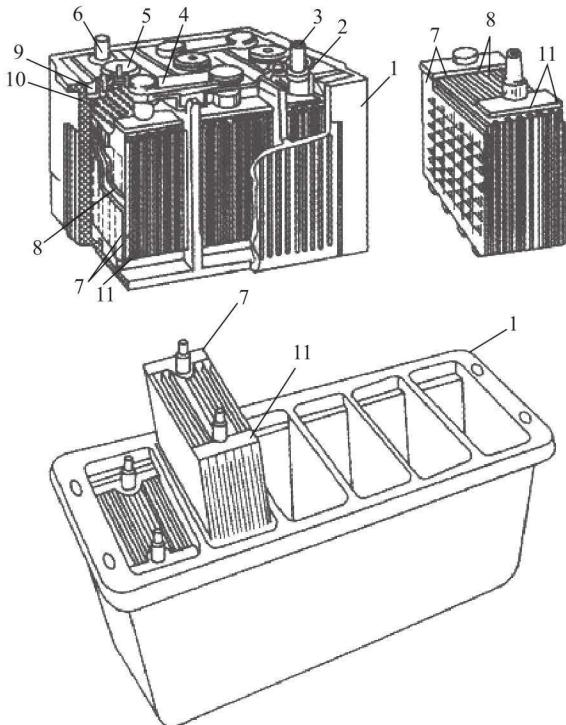

图1-1 蓄电池结构
蓄电池主要由极板、隔板、电解液和外壳组成,其基本结构如图 1-1 所示。
(1) 槽架。其作用是固结活性物质，一般由铅锑合金浇铸而成，具有良好的导电性、耐蚀性和一定的机械强度。目前，多采用铅-低锑合金或铅-钙-锡合金放射性槽架，如图1-1所示。
(2) 活性物质正极板上的活性物质为二氧化铅( $PbO_2$ )，深棕色；负极板上的活性物质为海绵状纯铅(Pb)。将活性物质调成糊状，填充在槽架的空隙里，进行干燥形成极板。如图1-1所示。
将正、负极板各一片浸入电解液中，可获得大约2V左右的电动势。为增大蓄电池的容量，常将多片正、负极板分别并联，组成正、负极板组，如图1-1所示。
壳体用于盛放电解液和极板组，壳内用间壁分成3个或6个互不相通的单格，底部的突棱用以搁置极板组，突棱间的槽则可积存从极板上脱落下来的活性物质，以避免沉积的活性物质连接正负极板而造成短路。上面的盖子有两种形式，一种是分体式；另一种是整体式。如图1-1所示，蓄电池各单格电池串联后，两端单格的正负极柱分别穿出蓄电池盖，形成蓄电池极柱。正极柱标“+”或涂红色，负极柱标“-”或涂蓝色、绿色等。